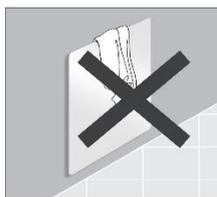

Fig 6
- Si raccomanda di non coprire mai l'apparecchio per evitare surriscaldamenti pericolosi (Fig. 6)